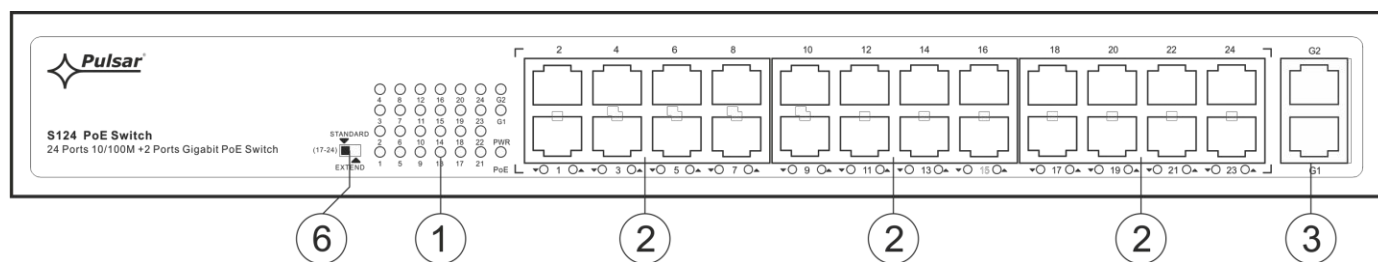

Fig. 2. Parte anteriore dell'interruttore.
Tabella 1. (Vedi Fig. 2, 3 e 4)
N. componente (Fig. 2)	Descrizione